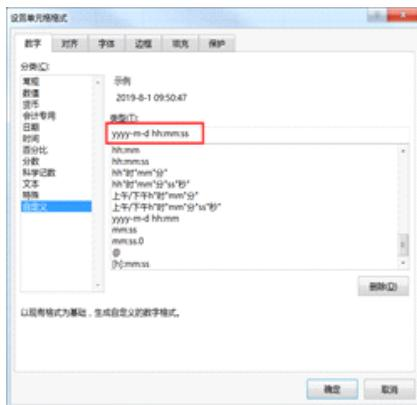

图6-1-5 自定义时间格式
1. 需要将时间字段TIME修改格式，选中时间行列，鼠标右击选择“设置单元格格式”，在打开的设置单元格格式窗口左侧选择“自定义”，在红色框中请输入：yyyy-m-d hh:mm:ss。如图6-1-5所示。